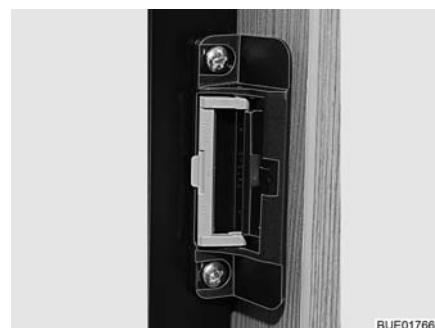

Fig. 151 Dispositivo di chiusura
- Ruotare la staffa (Fig. 150,1) in avanti (Fig. 151).